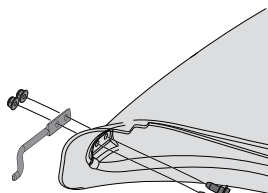

Figure 15
1. De l'intérieur de la botte, insérez les deux vis à tête hexagonale (738-1225) dans les trous à l'avant de la botte. Consultez la Figure 15.
2. Mettre la tige de montage (747-06309) en place sur les vis à tête hexagonale. Assurez-vous que l'extrémité de la tige est tournée vers l'extérieur de la botte. Consultez la Figure 15.
3. Commencer à visser les deux écrous de blocage de bride (712-04064) sur les vis à tête hexagonale. Consultez la Figure 15.